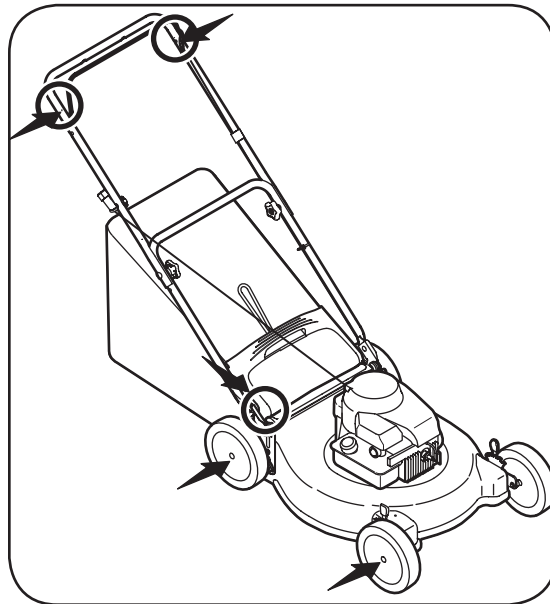

Figura 5-1
1. Lubrique con aceite ligero los puntos de pivote de la manija de control de la cuchilla al menos una vez cada estación. El control de la cuchilla debe funcionar libremente en ambas direcciones. Ver la Figura 5-1.
2. Lubrique las ruedas por lo menos una vez por temporada con aceite ligero o aceite para motor. Sin embargo, si las ruedas se quitan por cualquier razón, debe lubricar la superficie del perno del eje y la superficie interna de la rueda con aceite ligero. Ver la Figura 5-1.
3. Lubrique el resorte de torsión y los puntos cruciales del deflector del canal con aceite ligero una vez por temporada para prevenir la oxidación. Ver la Figura 5-1.